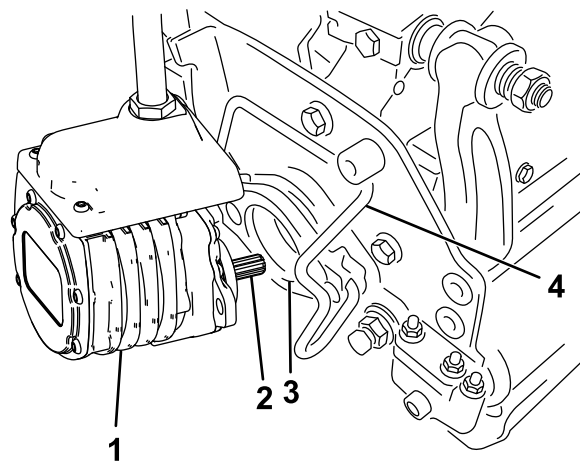

图34
6. 在滚刀组马达的花键轴上涂抹干净的润滑脂（图34）。
7. 将马达插入滚刀组左侧（从操作员的位置看），并将滚刀组上的马达固定架拉向马达，直到听见马达两侧发出“咔哒”的声音（图34）。